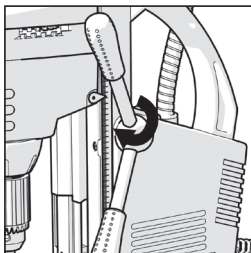

Fig. 1
- Fije los tres mangos en el saliente del husillo y asegúrese de que están completamente asentados. **(Fig. 1)**